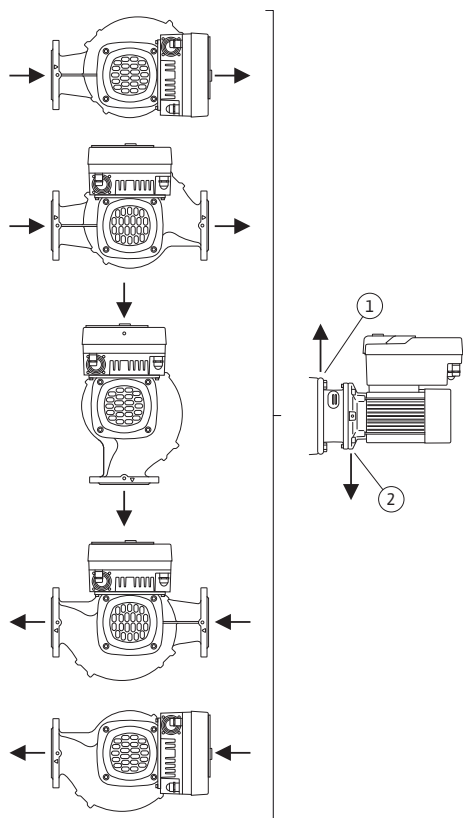

Fig. 21: Tilladte installationspositioner med vandret akse
- Ved vandret motorakse er det nødvendigt, at kondensathullet vender nedad (Fig. 21, pos. 2). Det kan være nødvendigt at dreje motoren.